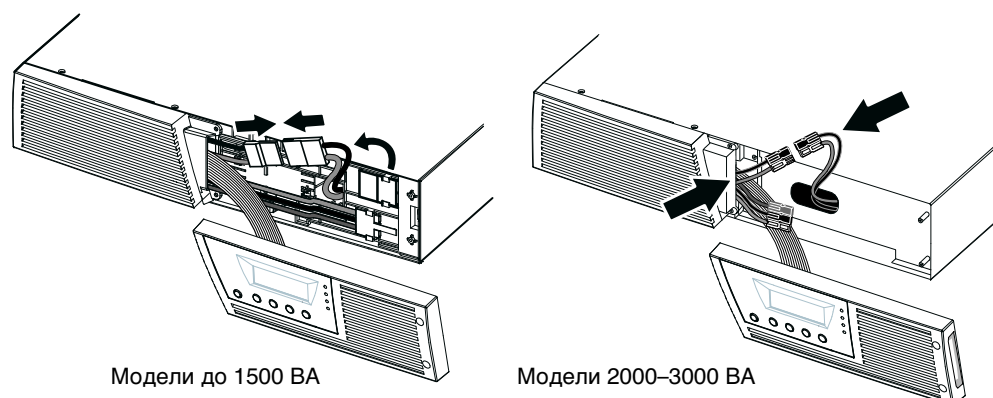

Рисунок 10. Подсоединение внутренних батарей ИБП
2. Подсоедините разъем внутренней батареи (см. Рисунок 10).